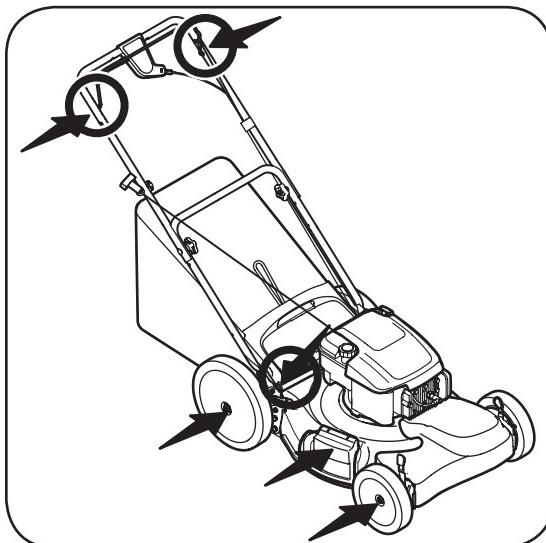

Figura 5-1
cada estación. El control de la cuchilla debe funcionar libremente en ambas direcciones. Vea la Figura 5-1.
2. Lubrique las ruedas por lo menos una vez por temporada con aceite ligero o aceite para motor. Sin embargo, si las ruedas se quitan por cualquier razón, debe lubricar la superficie del brazo giratorio y la superficie interna de la rueda con aceite ligero. Vea la Figura 5-1.
3. Lubrique el resorte de torsión y el punto de pivotaje de la puerta trasera de descarga periódicamente con aceite ligero para prevenir la oxidación. Vea la Figura 5-1.